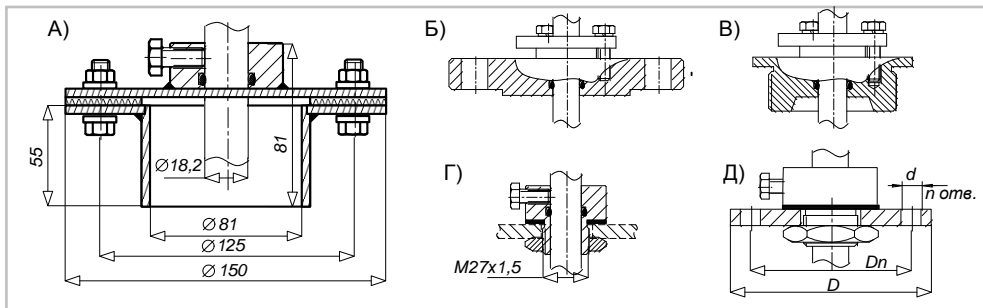

Рис. 8
Крепление преобразователя к верхней стенке (крышке, люку) резервуара может быть фланцевым, резьбовым (дюймовая или метрическая резьба), или по индивидуальному заказу. Основные типы крепления преобразователей приведены на рис. 8, где:
- «ПМП-128-**Ду80Р**» - комплектация с патрубком «Ду80Р» (рис. 8,А), содержащим все необходимые детали для крепления и герметизации;
- «ПМП-128-**Ф2-50-25,Р**» – фланцевое крепление по ГОСТ 12815-80, где: «2»-выступ, «50» - условный проход 50 мм, «25» - давление 25 кгс/см² (рис. 8,В). Фланец может иметь любое исполнение по указанному стандарту;
- ПМП-128-**2",Р** – резьбовое крепление 2 дюйма (рис. 8,В).
- ПМП-128-**К2",Р** – крепление с конической резьбой 2 дюйма (рис. 8,В).
- ПМП-128 – **М27Р** (рис. 8,Г). Если толщина верхней стенки (люка) резервуара превышает 8 мм, то применяется штуцер с удлиненной резьбой: ПМП-128-**М27Р(50)** или ПМП-128-**М27Р(85)** - имеют длину резьбы 50 и 85 мм соответственно.
- ПМП-128-**Фланец М27Р, D..., Dn..., d..., n...** - комплектация с плоским фланцем произвольных размеров (рис. 8,Д).
- 2) Типы крепления, изображенные на рис. 8, А,Г,Д не предназначены для применения на резервуарах под давлением.